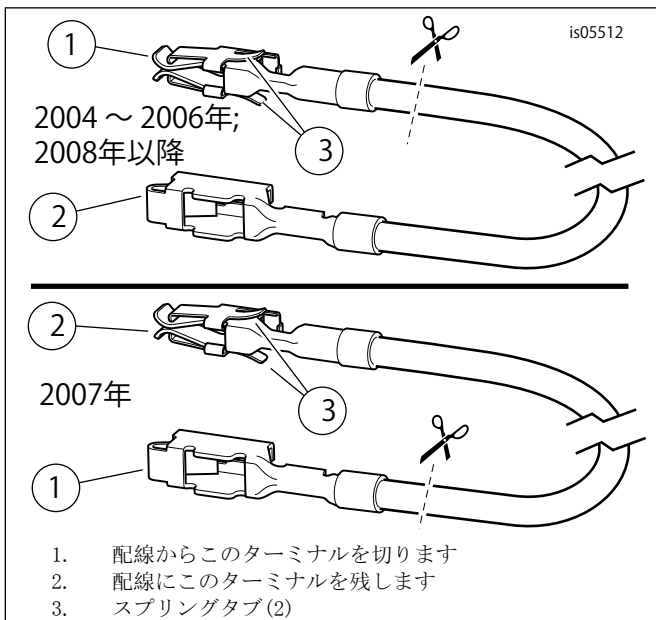

図9。ヒューズブロックアダプター配線 (FL Touring)
2. キットからオレンジ/白色のヒューズブロックアダプターワイヤー(11)を取り出します。2004～2006年モデル: それぞれの先端に付いているターミナルに注意してください(「図9」、上側の図を参照)。スプリングタブのないターミナルのみがヒューズのキャビティーに合います。慎重に、スプリングタブ付きターミナルを配線から切り取り、廃棄します。2007年モデル: それぞれの先端に付いているターミナルに注意してください(「図9」、下側の図を参照)。スプリングタブ付きターミナルのみがヒューズのキャビティーに合います。慎重に、スプリングタブなしターミナルを配線から切り取り、廃棄します。